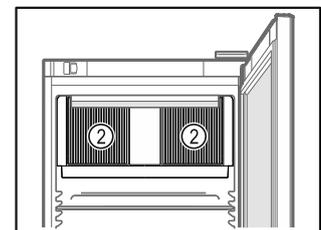

Fig. 41
- ❑ Тримати відкритою вентиляційну щілину Fig. 41 (2) вентилятора циркуляційного повітря у внутрішній камері.